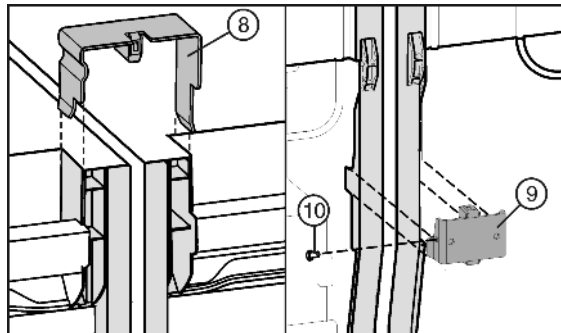

Fig. 7
▶ 将连接夹板 Fig. 7 (8) 插入到中间侧壁上。
▶ 连接角钢 Fig. 7 (9) 向下放入合适的槽中。
▶ 如果连接角钢有些松动，则安装螺栓 Fig. 7 (10)。